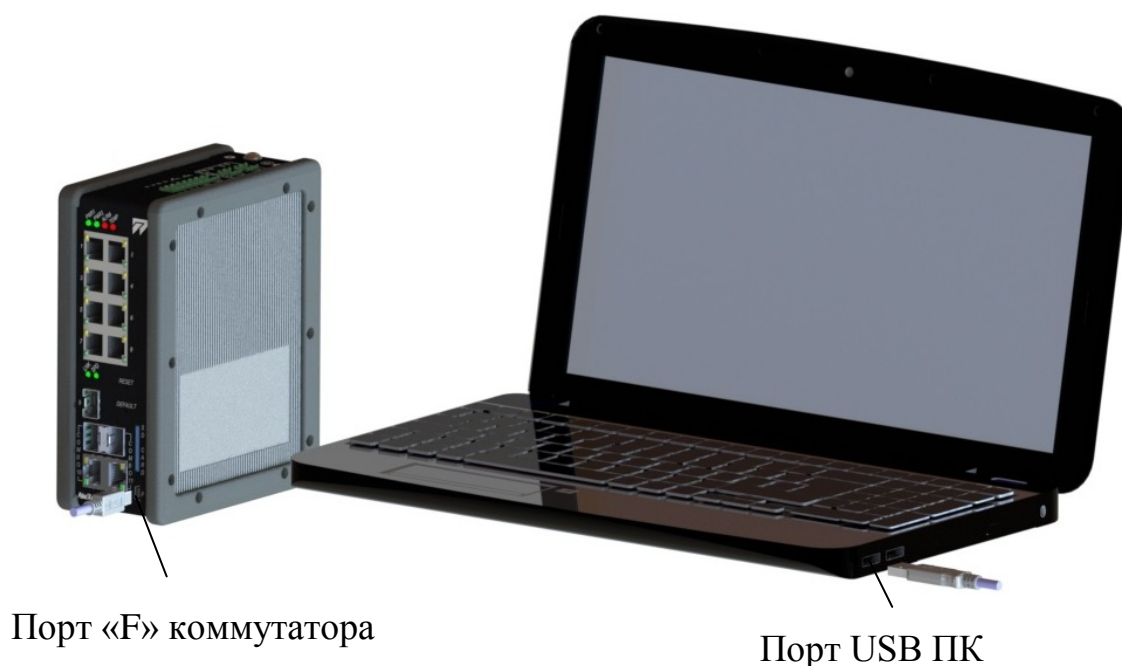

Рисунок 17 – Подключение к порту «F»
- 2.10.3 С помощью кабеля mini-USB - USB, входящего в комплект поставки, соединить порт USB ПК с портом «F» коммутатора (рисунок 17).